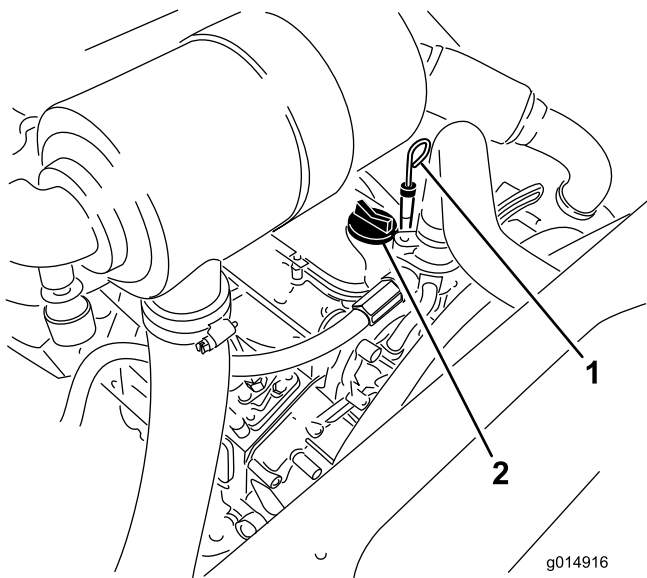

図 44
3. ディップスティックを抜き取り、付いているオイルをウェスで拭きとってもう一度差し込む（図 44）。
5. オイルの量が不足している場合は、補給キャップ (図 44) を取り、Full 位置までオイルを補給する。